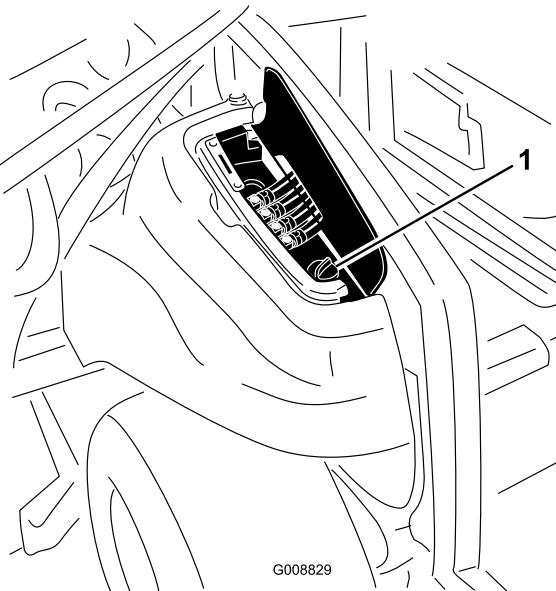

図 87
2. 機体右側のアクセスカバーを開くと油圧タンクのキャップがある (図 87)。
3. 油圧オイルタンクの注油口周辺をきれいに拭き、キャップ (図 87) を外す。給油口からキャップを取りる。